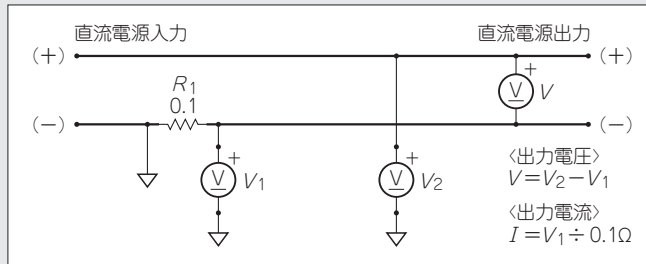

図3-1 簡易電圧 & 電流計の原理図
(R_1) を入れ、その両端の起電圧 (V_1) を発生させ、その電圧 (V_1) を測定し換算することによって、出力電流 (I) を求めます (図3-1)。